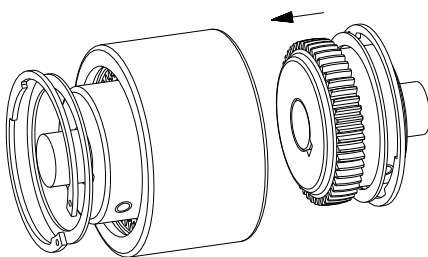

図 10
- 機械を軸方向に移動して寸法 E を確保して下さい(図 10 をご参照)。